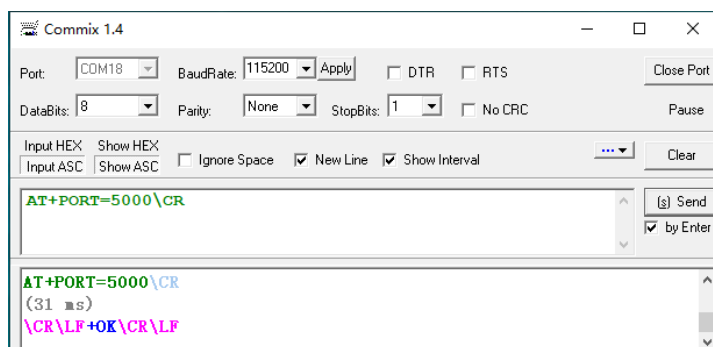

图 11-6 设备网络端口设置界面
4) 设置设备网络端口, 如图 11-6 所示, 设备网络端口设置为 5000;